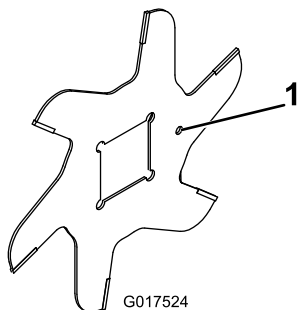

Bild 14
1. Montieren Sie ein Messer (Bild 14).
4. Bild 14 Bauen Sie das nächste Messer nach links ein, sodass das Indexreferenzloch nicht um ein Sechstel der Welle mit dem ersten Messerloch ausgerichtet ist.